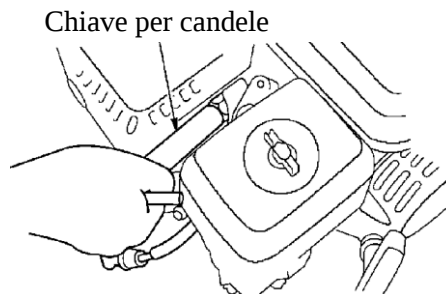

Fig. 14a
- Utilizzare una chiave per candele per rimuovere la candela. (Fare riferimento alla Fig. 14a.)